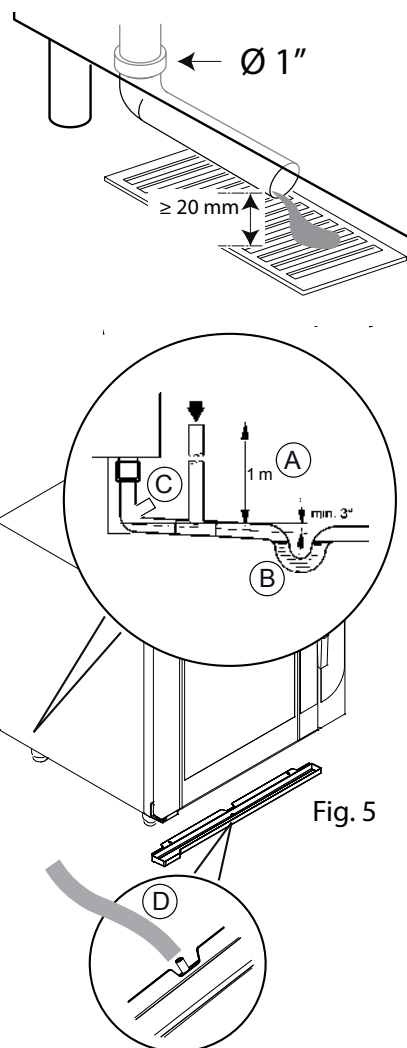

Fig. 5
2. Verifique se o dispositivo de contenção e escoamento de águas sujas possui uma inclinação adequada. As águas sujas devem fluir no tubo de escoamento da rede. É obrigatório instalar um tubo de ventilação aberto (Fig. 5/A), com uma altura de cerca de 1 metro, entre o tubo de escoamento da água proveniente do forno e o sifão ou um tubo-ralo vulgarmente designado de “copo”, para facilitar o escoamento da água.
4. Verifique se a ligação com o tubo fornecido (Fig. 5/D) situa-se entre o tubo de escoamento da gaveta-porta e o tubo de escoamento principal (Fig. 5/C) está correctamente efectuada.